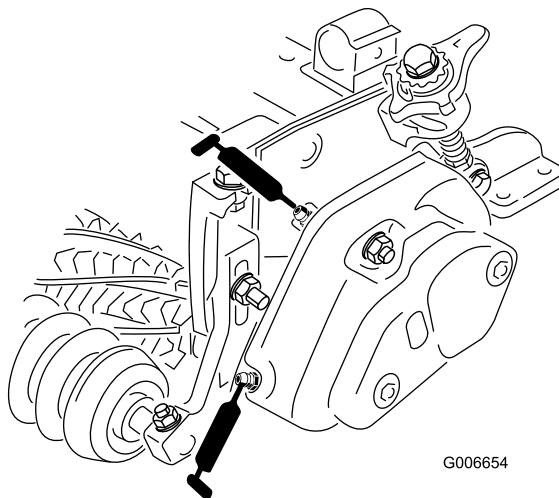

Рисунок 14
25. Заполните консистентной смазкой каждый корпус подшипника барабана (Рисунок 14). Излишек смазки будет выдавлен между внутренними уплотнениями и ограждениями уплотнений.
26. Смажьте консистентной смазкой каждый подшипник механической щетки (максимум 2 или 3 качания смазочным шприцем) (Рисунок 14). Не допускайте чрезмерного смазывания, так как слишком большое количество консистентной смазки может нарушить герметичность. Удалите излишки консистентной смазки.